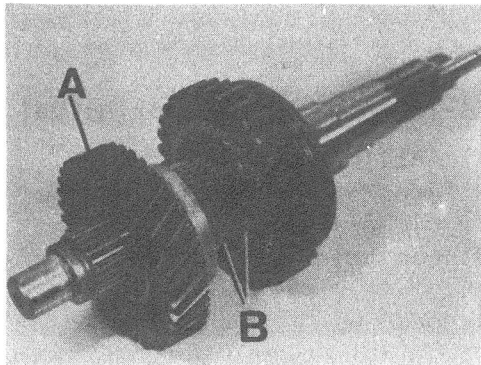

Fig. C1-123 Conjunto eje principal
1.7. Extraer el engranaje, A (Fig. C1-123) de 2a velocidad.
- 1.8. Extraer los dos rodamientos de rodillos, B (Fig. C1-123) del engranaje de 2a velocidad.